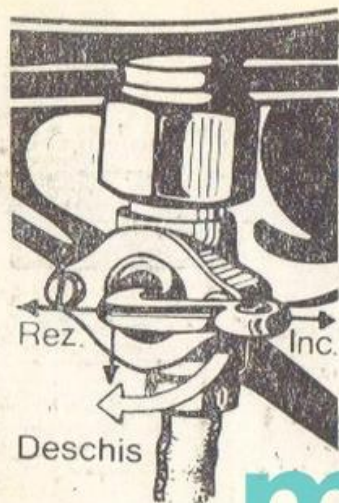

Fig. 3.
1. Rotiți mînerul robinetului de benzină (fig. 3) în poziția „deschis”.